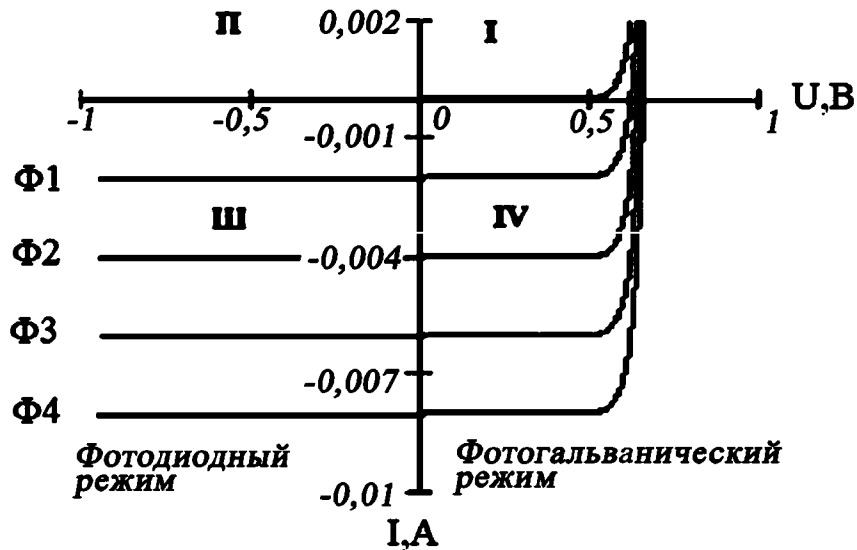

Рис. 2.16. Вольтамперная характеристика фотодиода
4. Семейство ВАХ фотодиода (рис. 2.16) расположено в квадрантах I, III и IV. Квадрант I – нерабочая область для ФД, в этом режиме фотоуправление током через диод невозможно.